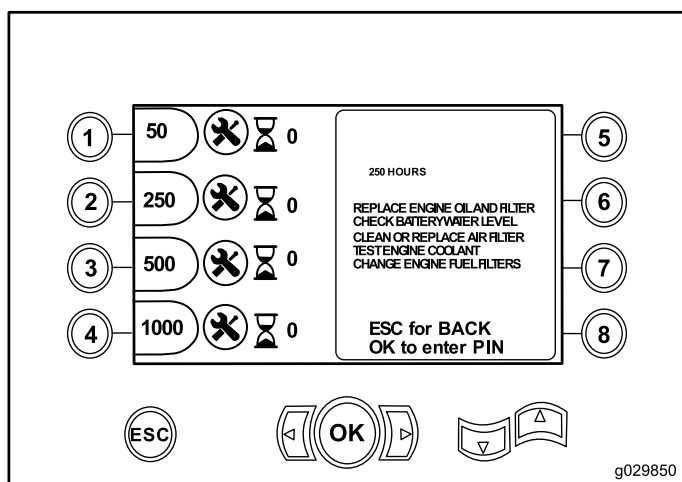

Figura 12
- Botón 2 – Programa de mantenimiento de 250 horas (Figura 12)